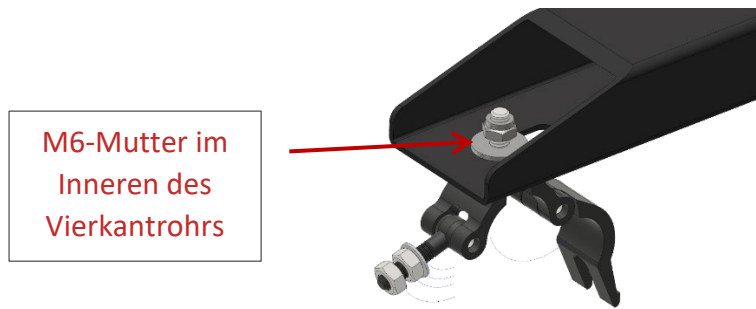

Abbildung 32 Einstellen der 25-mm-Schelle des ECO-ABD-x
Schritt 3: Ziehen Sie die beiden M6-Muttern fest, mit denen die beiden Schellen an dem rechteckigen Rohr befestigt sind (siehe Abbildung 32)